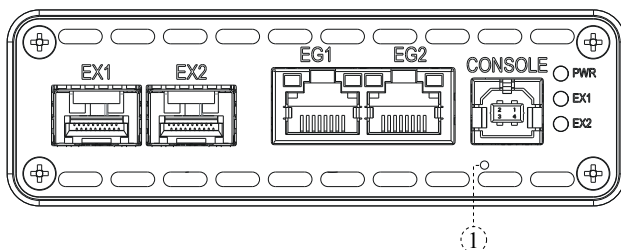
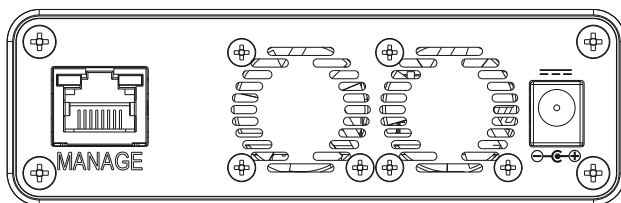

Рис. 4.1. Передняя панель прибора Беркут-MX
Рис. 4.2. Задняя панель прибора Беркут-MX
Адаптер подключается к прибору через специально предназначенный для этого разъём (см. рис. 4.2).
Примечание. Внешний вид передней и задней панелей измерительного блока зависит от аппаратной модификации устройства и может отличаться от представленного на рис. 4.1 и 4.2. При этом маркировка и назначение разъемов и светодиодных индикаторов совпадают с описанием, представленным в табл. 4.1 и 4.2.
Цифрой 1 на рис. 4.1 обозначена кнопка аппаратного сброса.
3. Подключить блок питания к разъёму, расположенному на задней панели корпуса прибора (см. рис. 4.2). После подключения внешнего источника питания загорается индикатор «PWR» (см. рис. 4.1).
Для настройки и управления функциями прибора Беркут-MX используется интерфейс USB 1.1/2.0 (CONSOLE, см. рис. 4.1) или системный порт 10/100BASE-T (MANAGE, см. рис. 4.2).